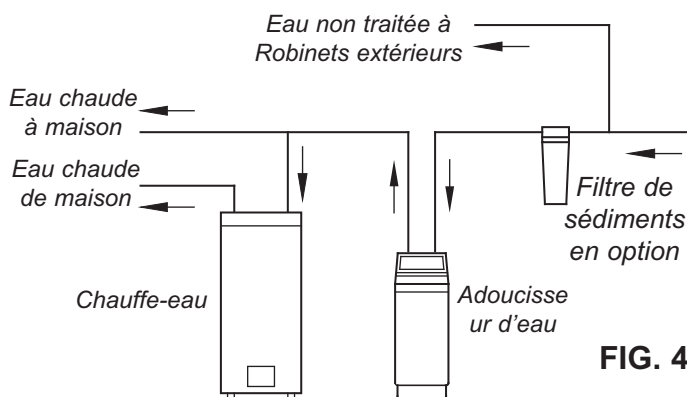

FIG. 4
12. Utilisez un collier pour maintenir le flexible en place. Si les codes de plomberie locaux vous interdisent l'usage d'un flexible de purge, employez un tube rigide de purge de vanne. Achetez un raccord de compression (1/4" x 1,25 cm D.E.) et un tube de 1,25 cm chez votre quincaillerie. (Voir Figure 4).